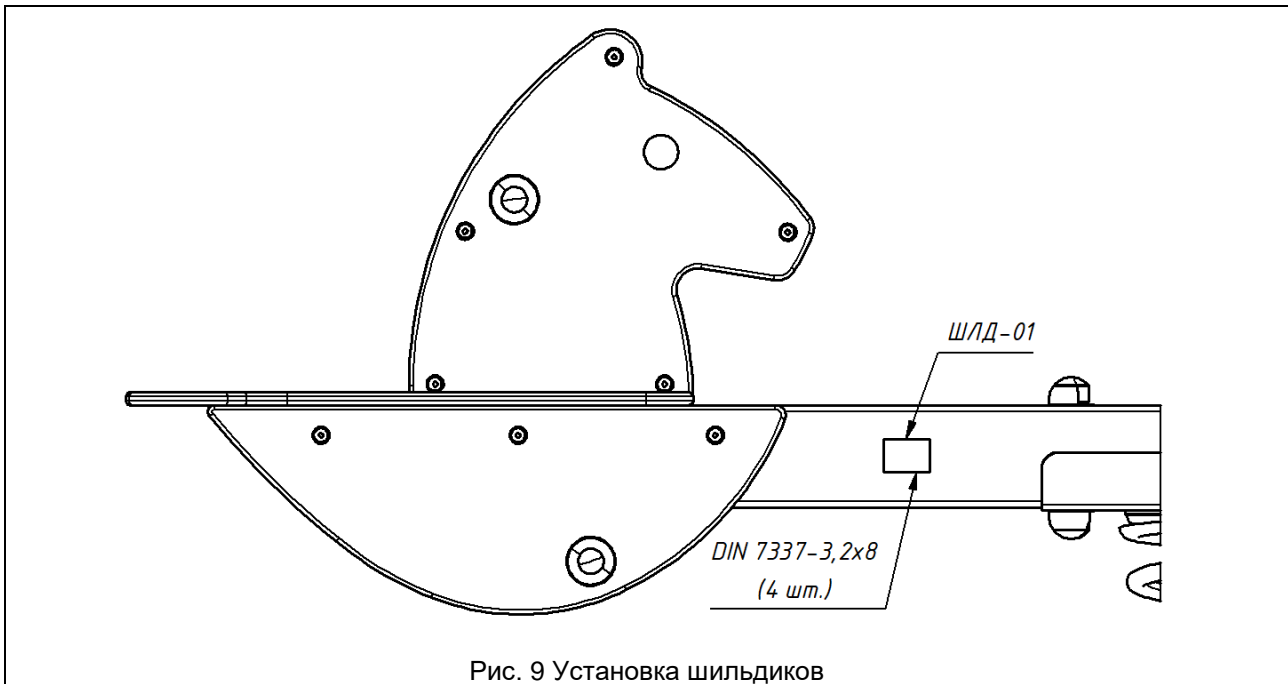

Рис. 9 Установка шильдиков
- 23.16. Установить шильдики ШЛД-01 и с обратной стороны на том же месте ШЛД-02 (Рис. 9). Удалить защитную плёнку и приклеить шильдики в указанном месте. Просверлить четыре отверстия по месту. Установить заклепки DIN7337-3,2x8 в просверленные отверстия. На ШЛД-02 отметить дату установки (ударным способом).